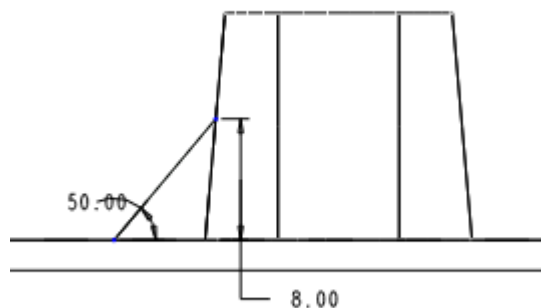

图 46-18
- (1) 单击菜单【插入】 【筋】选项，打开筋特征操控板。
- (2) 单击  按钮，打开【剖面】对话框，选择基准面 FRONT 作为草绘平面，选择 RIGHT 基准面为参照面。
- (3) 单击【草绘】按钮，进入草绘工作环境。
- (4) 绘制如图 46-18 所示的一条斜线段。